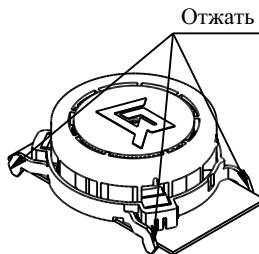

Рисунок 5
- б) отжать замки на дымовой камере (рисунок 5) и снять ее;